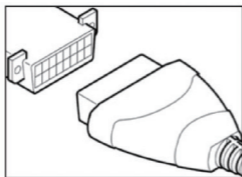

Abbildung 3.1.3
3. Verbinden Sie das Scan-Tool ordnungsgemäß mit dem DLC (siehe Abbildung 3.1.3). Der Kabelstecker ist kodiert und passt nur in eine Richtung.